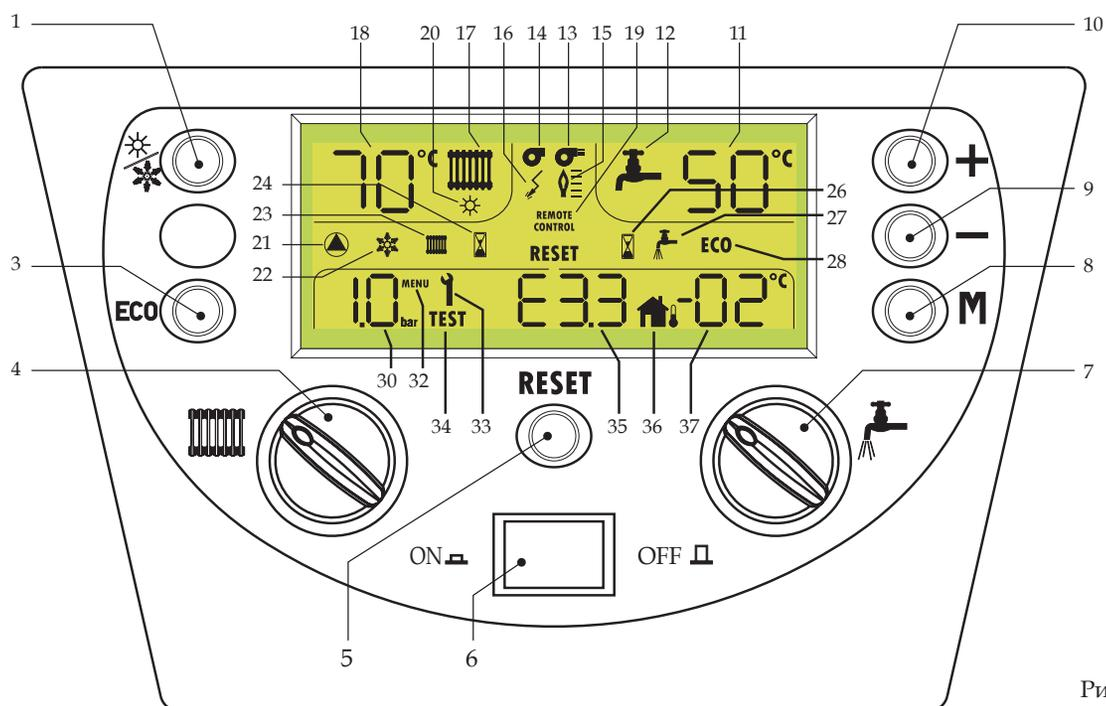

Рис. 1
Для включения/отключения режима Комфорт достаточно нажать клавишу 3 (ECO  - 3 рис. 1). Когда включен режим Комфорт, надпись ECO исчезает с дисплея.
Для восстановления рабочего режима - нажать клавишу 5 (Сброс (Reset) - рис. 1).
- На **ж** клавишу ВКЛ/ВЫКЛ (ON/OFF) (см. рис. 1)
На **ж** клавишу ВКЛ/ВЫКЛ (ON/OFF) (см. рис. 1)
Для выбора одного из двух режимов достаточно нажать клавишу 1  (рис. 1).